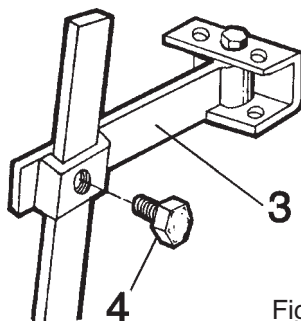

Fig. 4
(Fig. 4)
- Aliviar o parafuso 4, regular e apertar de novo (Fig. 4).